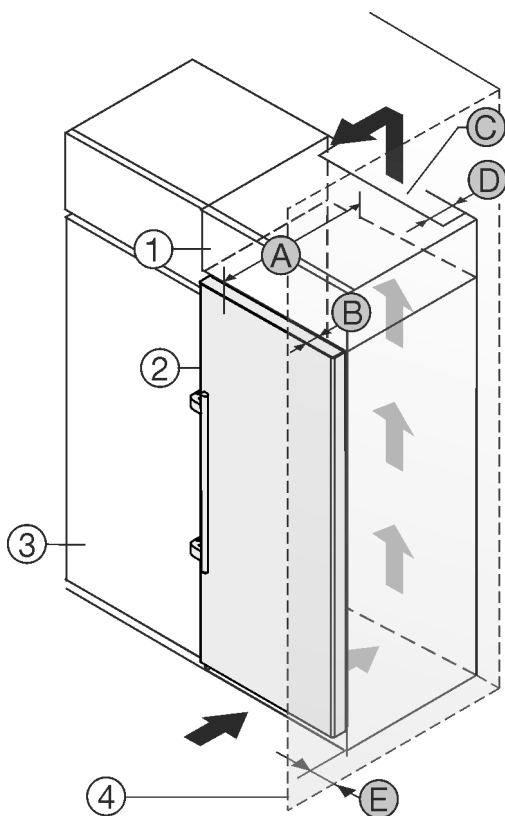

Fig. 2
A készülék közvetlenül a konyhaszekrény Fig. 2 (3) mellé állítható.*
A rátétszekrény hátoldalán egy megadott mélységű Fig. 2 (D) szellőzőaknát kell kialakítani a rátétszekrény teljes szélességében.*
A mennyezett alatt be kell tartani a szellőző keresztmet-szetet Fig. 2 (C).*
Ha a készüléket a zsanérjaival a fal Fig. 2 (4) mellé állítja fel, legalább 57 mm távolságot kell tartani a faltól. Ez a fogantyú túlnyúlásának felel meg, amikor kinyitja az ajtót.*
Ahhoz, hogy az ajtót teljesen ki tudja nyitni, a készüléknek a konyhaszekrény elülső oldalához képest legalább az ajtó mélységének Fig. 2 (B) megfelelően ki kell állnia. A konyha-szekrények Fig. 2 (3) mélységétől és a fali távtartók haszná-latától függően a készülék nagyobb mértékben is túllóghat előre felé.*